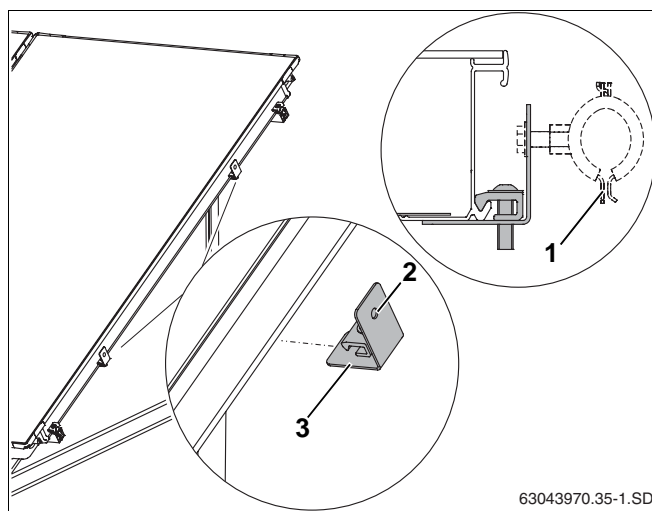

Bild 56 Sätta fast hållare på solpanelsramen
Vi rekommenderar i handeln förekommande rörlämmer (bild 56, **pos. 1**) för montering av värmebärarledningen på hållarens gänga M8 (bild 56, **pos. 2**).
- Sätt hållaren (bild 56, **pos. 3**) på solpanelsramen och dra åt skruven med nyckel SW5.